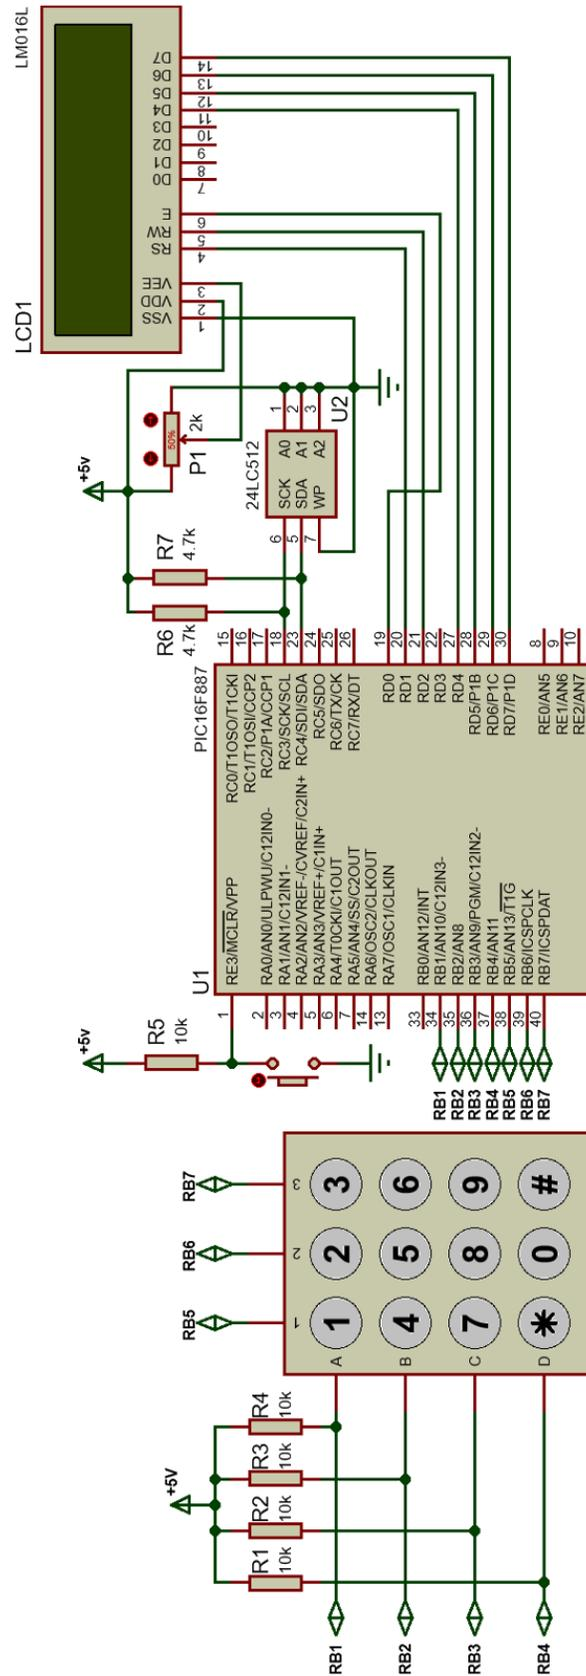

Figura 10.6. Comunicación I2C con la memoria EEPROM.
1. Arme el circuito mostrado en la figura 10.6 teniendo cuidado al manipular la memoria EEPROM 24LC512 para evitar dañarla.